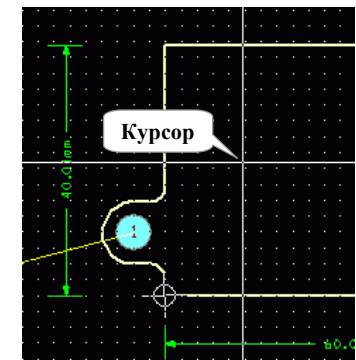

рис. 4-5
**Enable Full Screen Cursor.** Также активируется нажатием клавиши <+> на основной клавиатуре. Как Вам известно, курсор в Layout Plus имеет вид крестика. Если активирован какой-либо инструмент, курсор-крестик становится маленьким. В некоторых случаях бывает полезно изменить его вид, как показано на рис. 4-5.